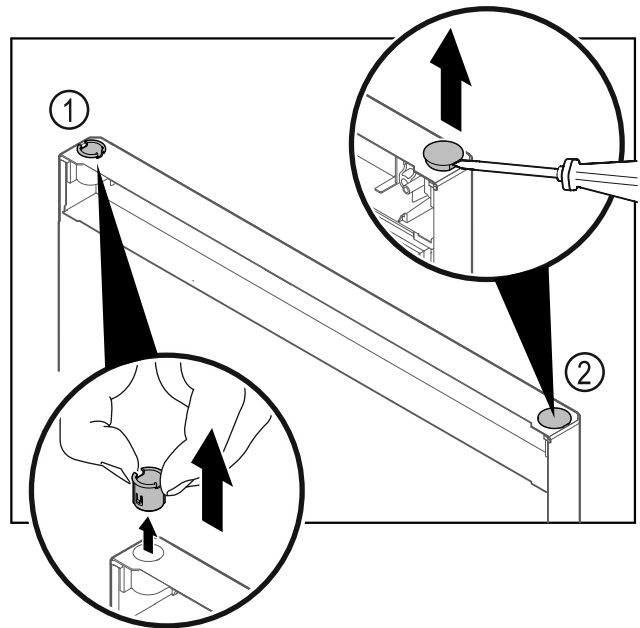

Fig. 35 Drzwi zamrażarki
- ▶ Wyjąć palcami tuleję zawiasu Fig. 35 (1).
- ▶ Zatyczkę osłonki Fig. 35 (2) ostrożnie podważyć przy pomocy śrubokręta płaskiego i wyjąć.